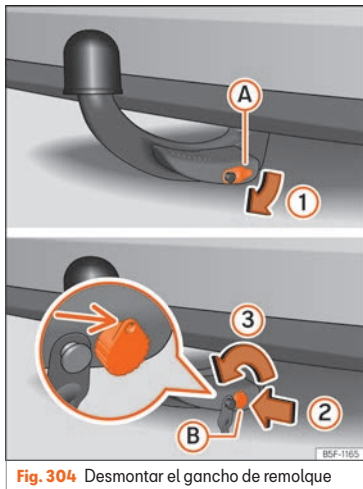

Fig. 304 Desmontar el gancho de remolque
- Extraiga la tapa **A** de la cerradura **1** »» fig. 304.
- Introduzca la llave **B** en la cerradura **2** »» fig. 304.
- Gire la llave hacia la izquierda **3** justo media vuelta, hasta que el agujero de la llave quede arriba »» fig. 304.